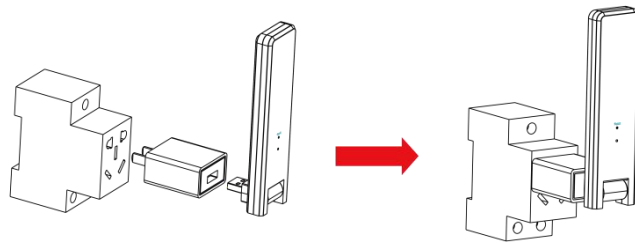

ilustración 1
(3) instalación de DTU
a. Conecte la DTU al adaptador y conéctelo a la toma de pared. (Ilustración 1)